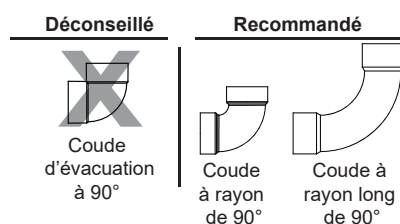

Figure 18 - Coudes admissibles/non admissibles
- Ne pas utiliser de coudes de 90° à rayon serré. Les coudes standard et à rayon long sont acceptables. Voir Figure 18.